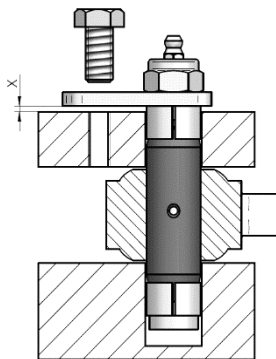

Fig. 2.1
- (1) Placer l'Extenderbolt dans le point d'appui
- (2) Fixer la patte à l'aide de la vis (fig. 2.1), Ici: ne pas serrer, de sorte que  $X > 0$
- (3) Serrer l'écrou en respectant le couple de serrage préconisé